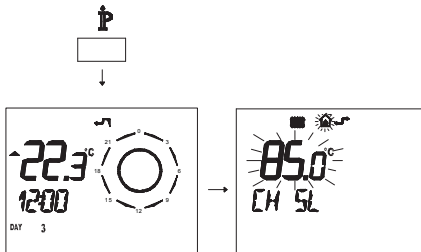

Figura 5.53
- Premere per più di 3 secondi il pulsante  $\text{P}$  per entrare in modalità *INFO* (Figura 5.53).